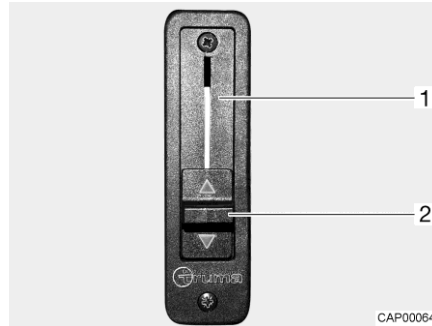

Fig. 39 Regulator de corredera para bloqueo de sección
- Empujar el regulador de corredera (Fig. 39,2) completamente hacia arriba. El bloqueo de sección (Fig. 39,1) está abierto. La calefacción del habitáculo también calienta la luna delantera.
- Empujar el regulador de corredera (Fig. 39,2) completamente hacia abajo. El bloqueo de sección está cerrado. La calefacción del habitáculo y la calefacción del vehículo básico están desacopladas.